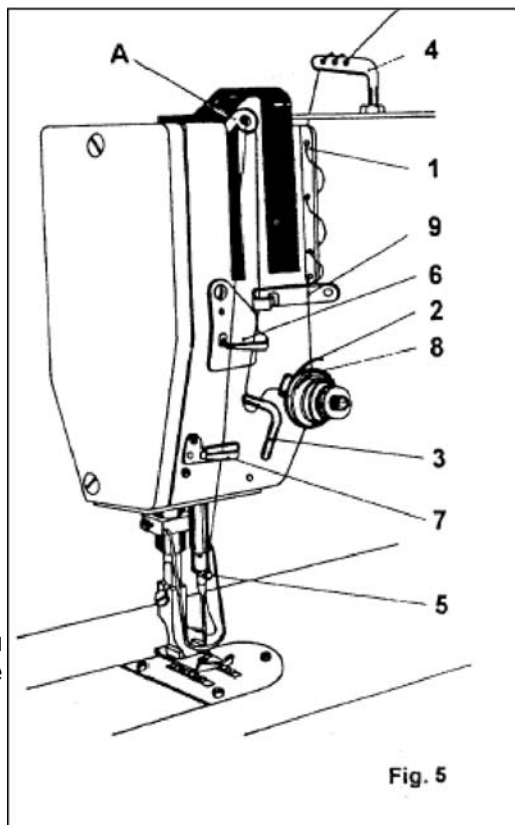

Fig. 5
8) Заправка верхних ниток (рис. 5)